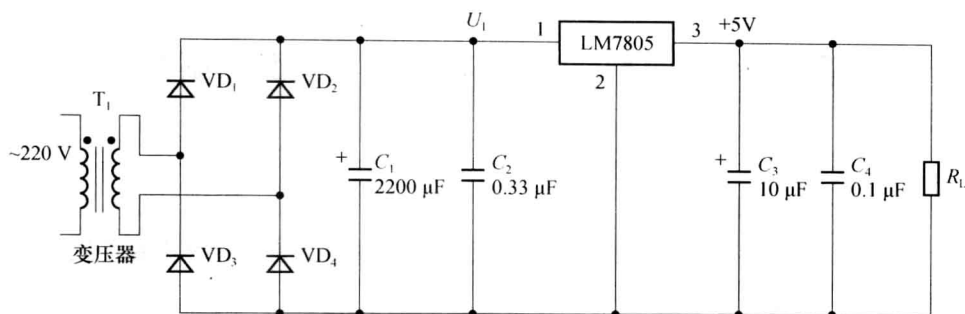
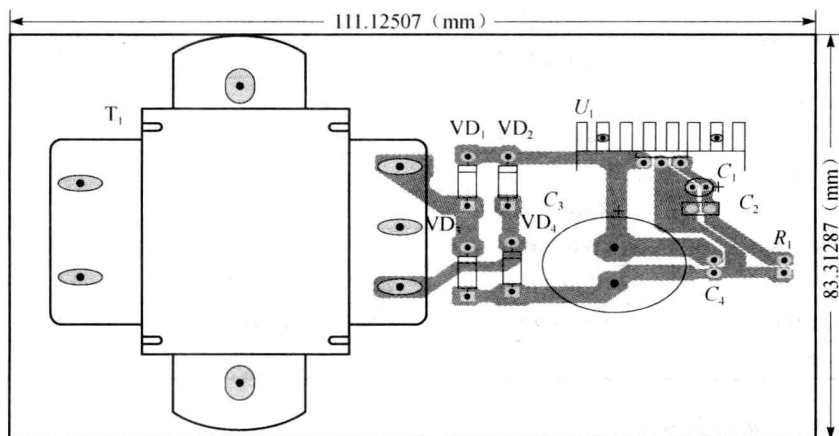

图 1.2 +5 V 直流稳压电源电路
图 1.3 +5 V 直流稳压电源电路装配图
- ① 小组制订工作计划。
- ② 读懂直流稳压电源电路原理图（图 1.2），明确元件连接和电路连线。
- ③ 画出布线图。
- ④ 完成电路所需元件的购买与检测。
- ⑤ 根据布线图制作直流稳压电源电路。
- ⑥ 完成直流稳压电源电路功能检测和故障排除。
- ⑦ 根据老师讲解电路原理，小组讨论完成电路详细分析及项目报告。
- ① 增强专业意识，培养良好的职业道德和职业习惯。
- ② 能借助资料读懂稳压集成块芯片的型号，明确各引脚功能。
- ③ 了解直流电源电路的检测。
- ④ 掌握 +5 V 直流电源的制作。
输入交流电压 220 V, $f=50$ Hz, 输出 +5 V 直流电压。+5 V 直流电源电路原理如图 1.2 所示。
根据图 1.2 画出 +5 V 直流稳压电源原理图, 然后根据原理图画出印制板图和装配图 (图 1.3), 再根据安装布线图按正确方法插好 IC 芯片, 并连接线路。电路可以连接在自制的 PCB (印刷电路板) 上, 也可以焊接在万能板上, 或通过“面包板”插接。